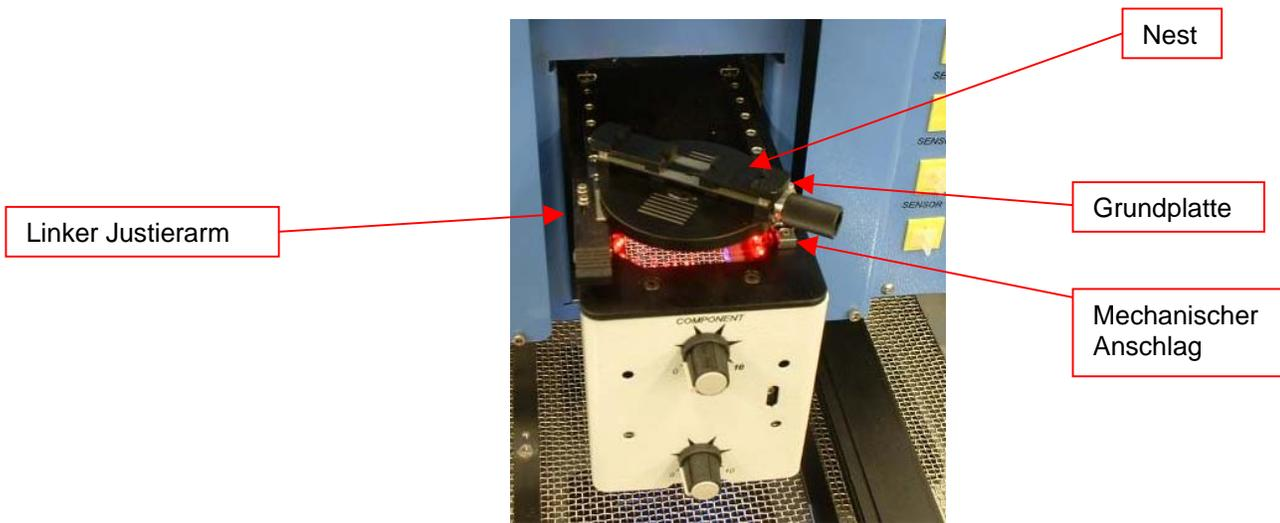

Abbildung 60
- d. Lösen Sie die 2 Schrauben, mit der die Laserbefestigung fixiert ist. (Abbildung 60)